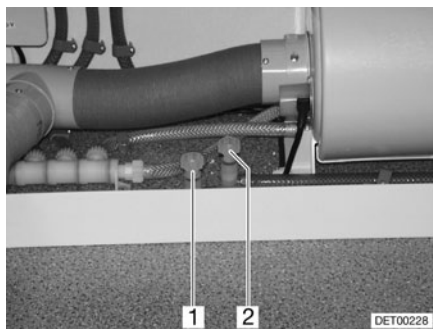

Fig. 118 Robinets de vidange pour Therme
- Fermer les robinets de vidange. Tourner les capuchons (Fig. 118,1 et 2) dans le sens des aiguilles d'une montre.
- Ouvrir les robinets de vidange du Therme. Tourner les capuchons (Fig. 118,1 et 2) dans le sens inverse des aiguilles d'une montre.